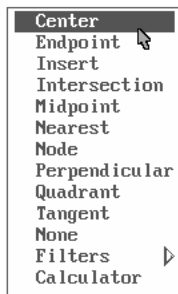

Fig. 2.12
- *meniu cursor, apăsând simultan tasta <Shift> și butonul <R> al mouse-ului* (fig. 2.12)